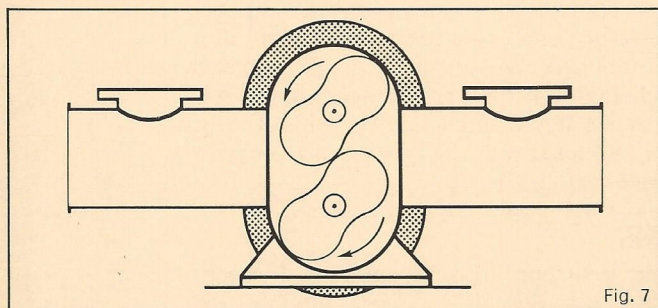

Fig. 7
L'anglais Jones modifie la pompe à engrenages de Pappenhaim en réalisant une pompe à deux rotors à deux dents par engrenage. Les compresseurs et pompes Rootes fonctionnent selon le même principe (figure 7).
*Jones, an Englishman, modified Pappenheim's gear-pump, producing a double rotor with only 2 teeth per gear. Rootes compressors and pumps work on this same principal. (Fig. 7).*
Der Engländer Jones ändert Pappenheims Zahnradpumpe : er baut eine Pumpe mit Doppelrotor mit zwei Zähnen im Eingriff. Die Rootes Kompressoren und Pumpen funktionieren nach diesem Prinzip (Abb. 7).